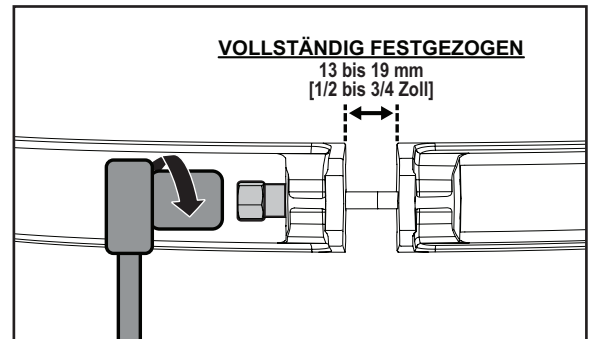

ABBILDUNG 7
6. Nutzen Sie einen *3/4-Zoll-Steckschlüssel und einen Schraubenschlüssel (3)*, um die *Klemmmutter (4)* auf 22 bis 24 N·m [16 bis 18 ft-lbs.] anzuziehen. Siehe **ABBILDUNG 7**.
7. Prüfen Sie, ob der Abstand zwischen den Klemmenden 13 bis 19 mm [1/2 Zoll bis 3/4 Zoll] beträgt. Siehe **ABBILDUNG 7**.